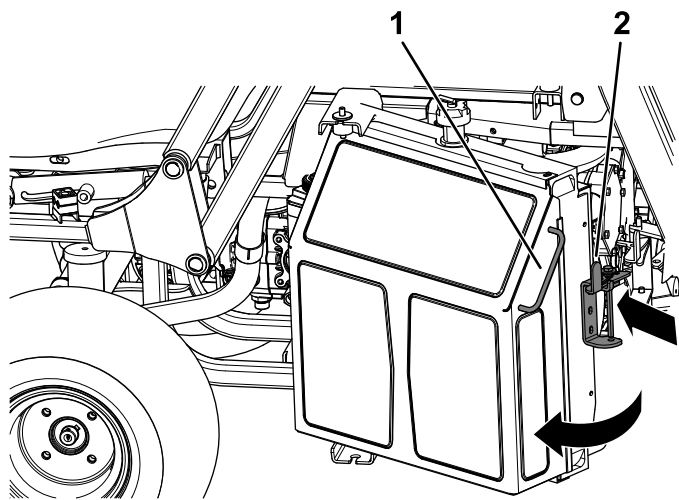

Figura 58
1. Împingei spre interior, spre radiator, elementul de blocare de pe radiator (Figura 58).
2. Folosind mânerul din partea laterală a radiatorului, rotii radiatorul pentru a accesa motorul (Figura 58).